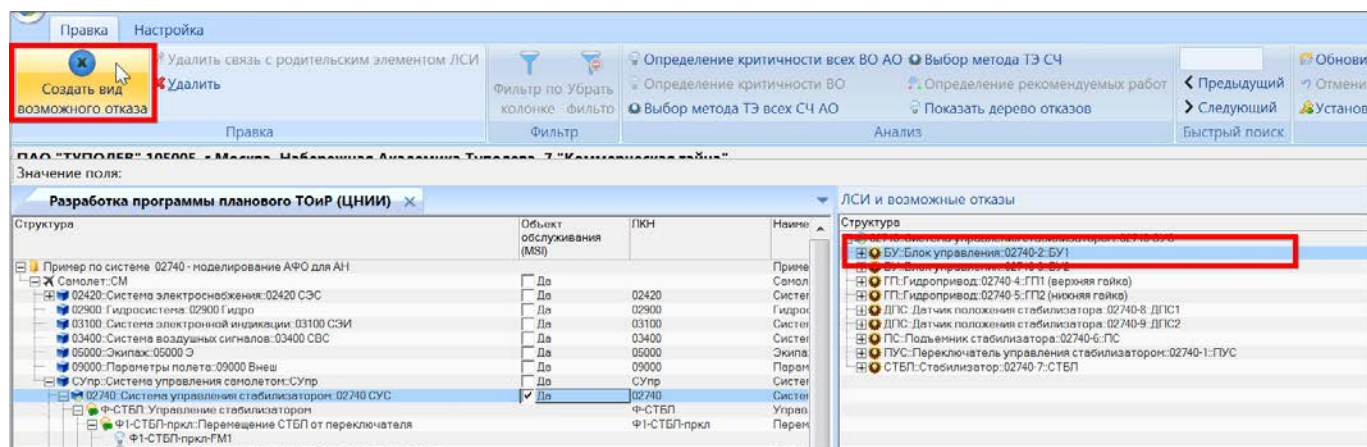

Рис. 11-125 – Создание ВО, связанного с выбранной СЧ
3) В связанном окне «ЛСИ и возможные отказы» выбрать СЧ, для которой нужно создать ВО (рис. 11-125). Создание дочерних ВО для ВО в окне «ЛСИ и возможные отказы» не предусмотрено.